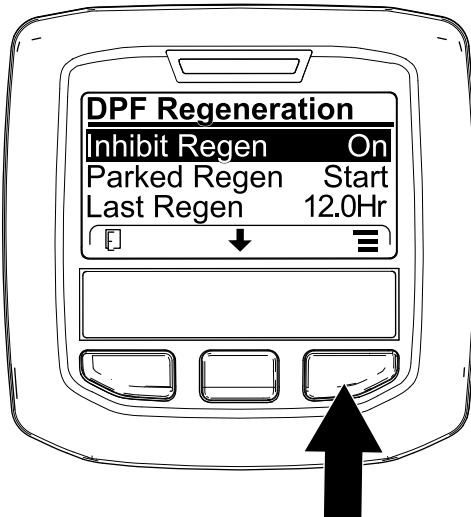
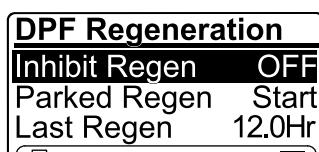

Рисунок 42
Рисунок 43
1. Перейдите в меню DPF Regeneration (Регенерация DPF), нажмите среднюю кнопку, чтобы перейти вниз к опции INHIBIT REGEN (ЗАПРЕТ РЕГЕНЕРАЦИИ), и нажмите правую кнопку, чтобы выбрать опцию Inhibit Regen (Запрет регенерации) (Рисунок 42).
- Нажмите правую кнопку, чтобы изменить настройку запрета регенерации с On (Вкл.) на Off (Выкл.) (Рисунок 42) или с Off (Выкл.) на On (Вкл.) (Рисунок 43).